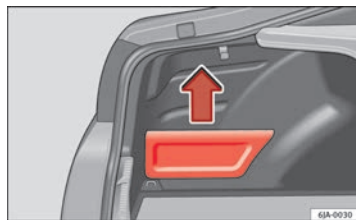

Fig. 96 Porta-bagagens: porta-objectos
- Agarre a tampa no seu lado superior e retire-a no sentido da seta ⇒ Fig. 96.